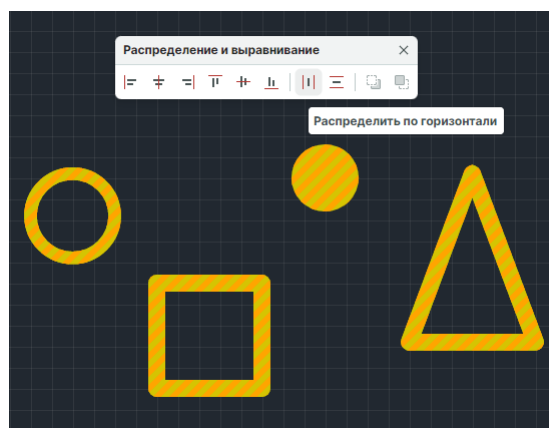

Рис. 568 Выбор инструмента
2. На панели «Распределение и выравнивание» выберите инструмент «Распределить по горизонтали», который обозначен иконкой , см. Рис. 568.